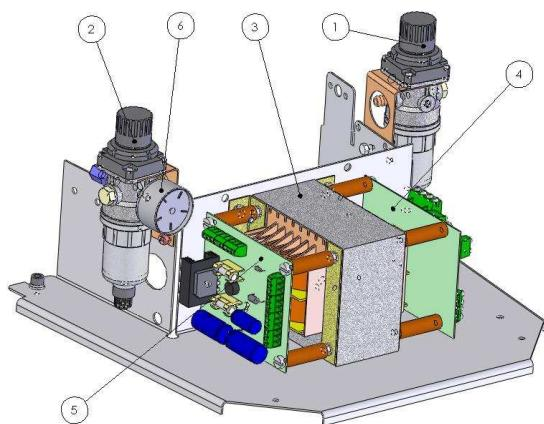

Рис. 2
Под кожухом (9) помещен энергоблок - рис. 2 , который содержит:
Энергоблок с нагревателем воды рис. 2а
рис. 2а
Энергоблок для установки с сепаратором Metasys и отсосом рис. 2б
Рис.2б
Рис. 2с